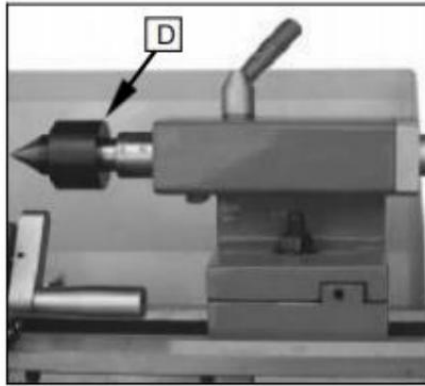

Fig. 29
5. Die Mutter (D) abschrauben, Abb.29) von der Leitspindel oder der Nüsse (E, Abb.19) von den Quadrantenschrauben, um die ändern Getriebe von vorne.